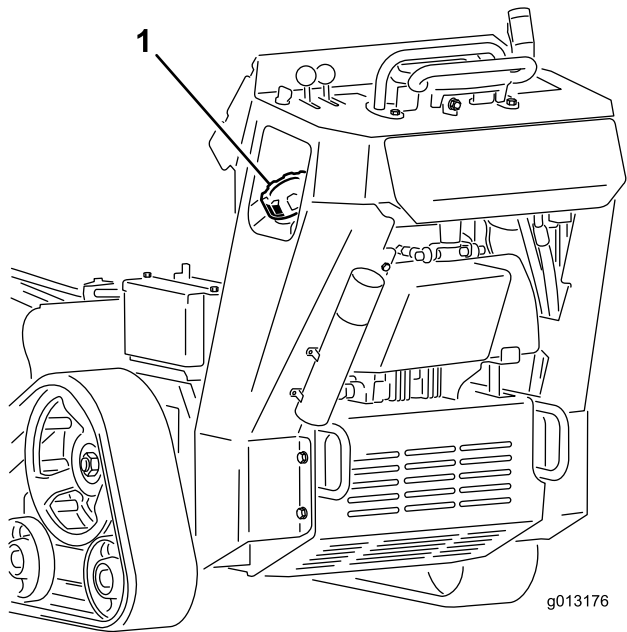

Bild 16
3. Reinigen Sie den Bereich um den Tankdeckel herum und nehmen Sie den Deckel ab (Bild 16).